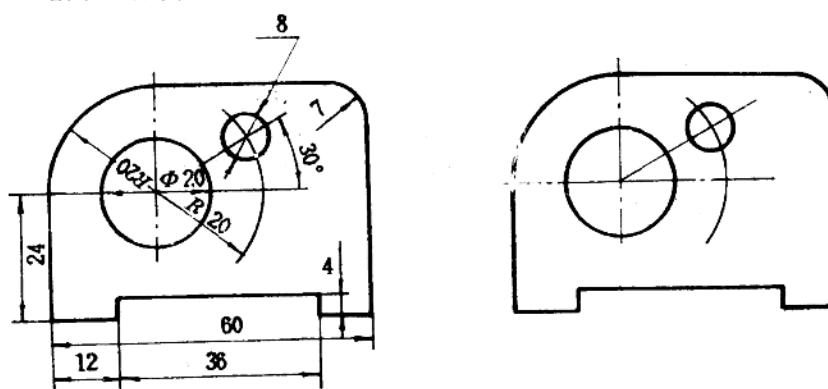

图 1-2
1. 指出图1-2所示图形中尺寸标注的错误, 并在右图中给予改正。